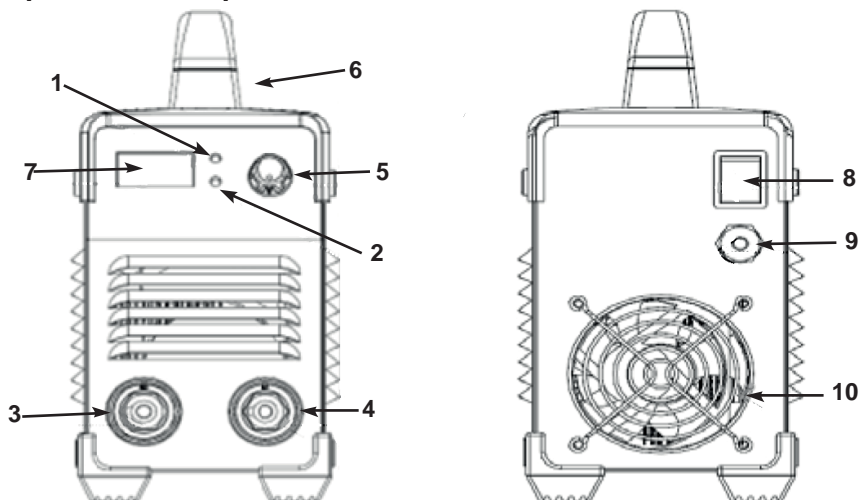

Рисунок 1: Устройство аппарата PONTÉ 201 MOST
1. Подключить кабель для сварки электродом и кабель заземления к разъемам 3 (+) и 4 (-) в соответствии с инструкцией для данного типа электрода (рис. 1).